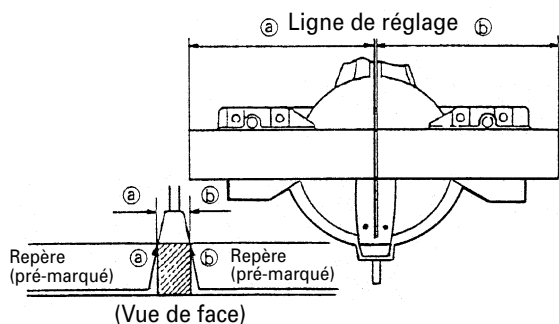

Fig. 22
- (1) Comme indiqué à la Fig. 22, la largeur de la lame est la largeur de coupe. En conséquence, glisser la pièce vers la droite (vue de la position de l'opérateur) pour obtenir la longueur (b), et sur la gauche pour obtenir la longueur (a).